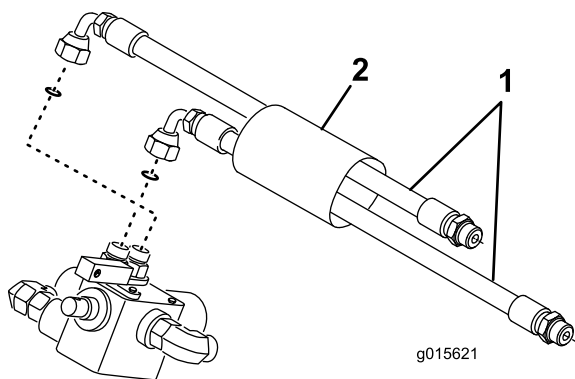

Bild 6
14. Schließen Sie die zwei Hydraulikschläuche an den Anschlussstücken oben am Regelventil an (Bild 6).
15. Bringen Sie die Schutzhülle an den Schläuchen an (Bild 6).